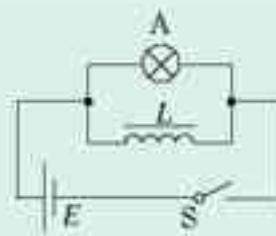

图 4.6.4 开关断开时观察灯泡的亮度
按图 4.6.4 连接电路。先闭合开关使灯泡发光，然后断开开关。注意观察开关断开时灯泡的亮度。
2. 将线圈 L 与电阻 R 并联后接到电池的两端（电路与图 4.6.4 相仿），可以看到，开关断开前后通过电阻 R 的电流方向不同。
磁场的能量 在图4.6-4的实验中，开关断开后，灯泡的发光还能维持一小段时间，有时甚至会比开关断开之前更亮。这时灯泡的能量是从哪里来的？